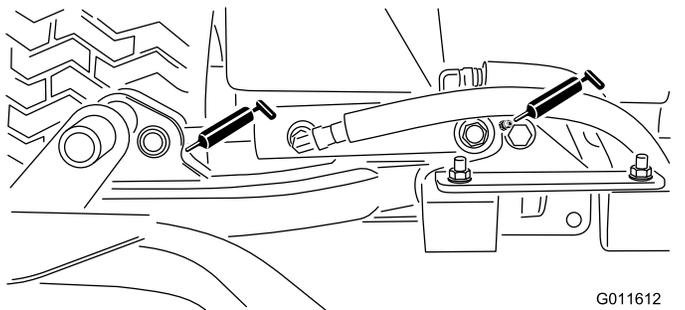

図 42
- 昇降アームのシリンダ 各カuttingユニットの2ヶ所一 図 42
- 昇降アームのピボット各アームに1ヶ所一 図 42